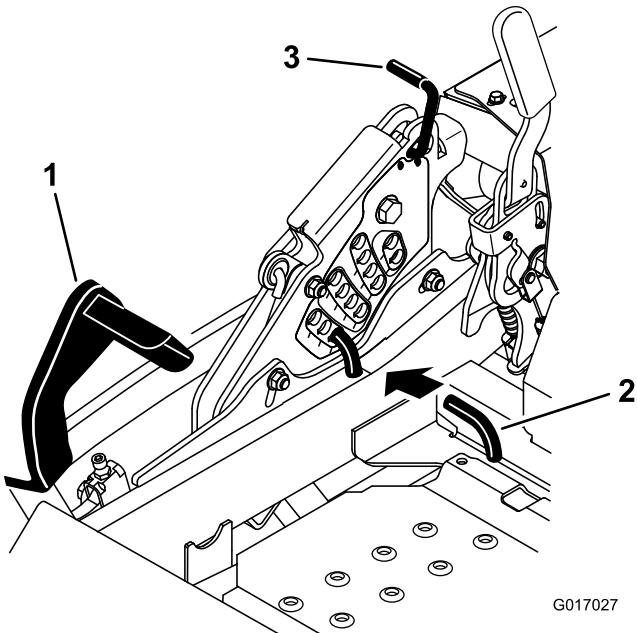

Figura 82
5. Premete completamente in avanti il pedale di sollevamento del piatto di taglio e quest'ultimo si bloccherà in posizione di trasporto a 14 cm (Figura 82).